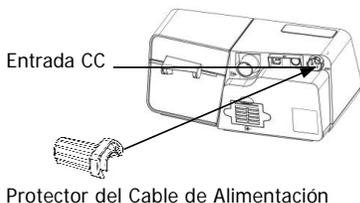

Imagen 11-5
(1) Inserte el protector del cable de alimentación en el dispositivo, como muestra la Imagen 11-5, y luego gírelo a la izquierda para ensamblarlo al dispositivo.